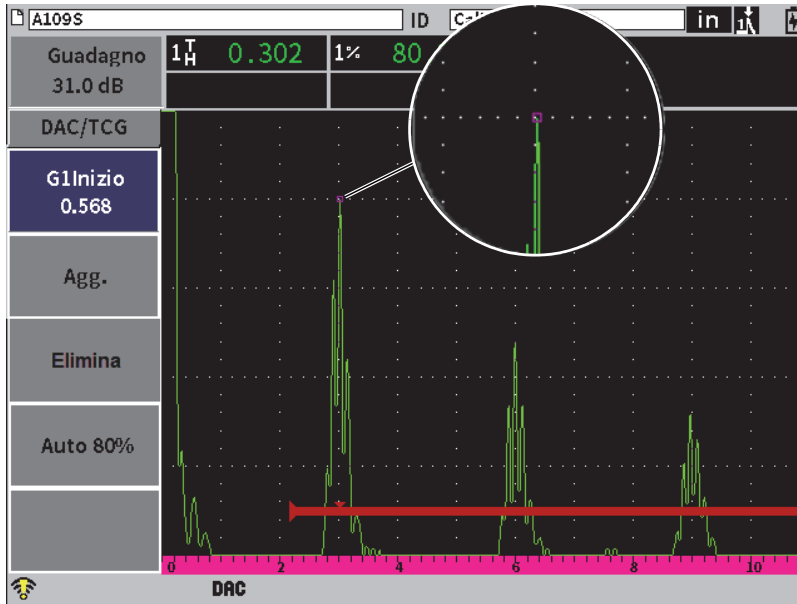

Figura 11-4 Primo punto DAC
2. Premere il tasto Tab per evidenziare **Agg.** (aggiungi) ed in seguito premere il tasto Invio per aggiungere il primo punto (vedere Figura 11-4 a pagina 182).